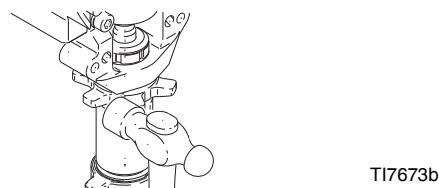

Рис. 19
3. Рис. 19. Закручивайте стопорную гайку на насос, до упора. Закручивайте насос на корпус подшипника до остановки стопорной гайкой. Отодвигните насос и стопорную гайку, до выравнивания выходного отверстия насоса с обратной стороной. Закрутите вручную стопорную гайку, затем, проверните на 1/8 - 1/4 оборота, при помощи молотка весом около 0,5 кг., с усилием 102 +/- 6,5 Н·м.